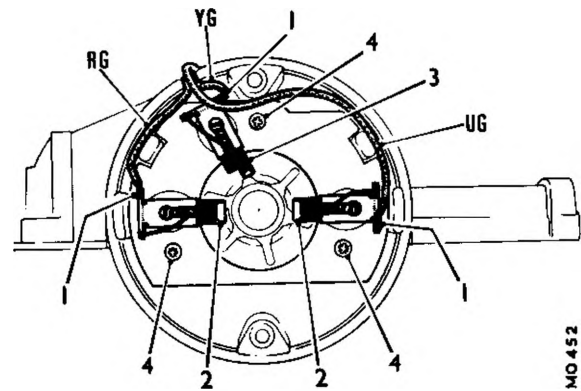

Fig. Nb.9
- (20) Controllare il complessivo spazzole. Sostituirlo se la lunghezza minima di una delle due spazzole principali è di circa 5 mm o se la terza spazzola risulta consumata per tutta la larghezza della sezione di minor spessore (Ved. la fig. Nb.9).
- (21) Assicurarci che le spazzole siano libere di muoversi nei portaspazzola e controllare la pressione delle molle premispazzola. Essa dovrebbe essere uguale a grammi 140 - 200 quando la faccia inferiore della spazzola si trova in piano con l'estremità della scanalatura ricavata nel portaspazzola (Ved. la fig. Nb.9). Se le molle sono difettose, sostituire il complessivo.
- (22) Assicurarci che non ci siano cortocircuiti o interruzioni nell'avvolgimento dell'indotto. Usare per questa prova una lampada di 15 watt, 110 Volt alimentata in corrente alternata. Sostituire l'indotto se trovato in difetto.
- (23) Sostituire la ruota dentata se i denti presentano segni di usura eccessiva.
- (24) Eseguire nell'ordine inverso le operazioni di cui ai punti (13) a (19) e:
- (a) se si debbono sostituire il complessivo spazzole o l'interruttore, dissaldare i cavi d'alimentazione del motorino dai portaspazzola. Se in un tergicristallo ad una sola velocità si deve sostituire l'interruttore, scollegare il terzo conduttore, giallo e verde, dal terminale dell'interruttore. Saldare i conduttori ai portaspazzola nell'ordine indicato nella Fig. Nb.9 ed usando materiale di riporto ad alto punto di fusione. Prima di riattaccare l'interruttore alla scatola dei rotismi, assicurarsi che i conduttori si trovino all'interno degli incavi ricavati nella custodia dell'interruttore stesso.